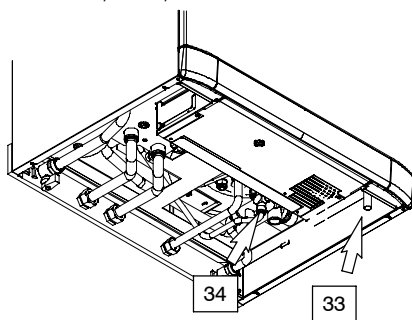

fig. 5.4
- 8 Collegare lo scarico delle valvole di sicurezza 33 e 34 in fig. 5.4 ad un imbuto di scarico.